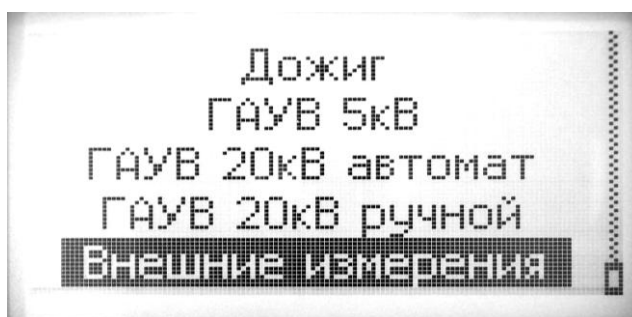
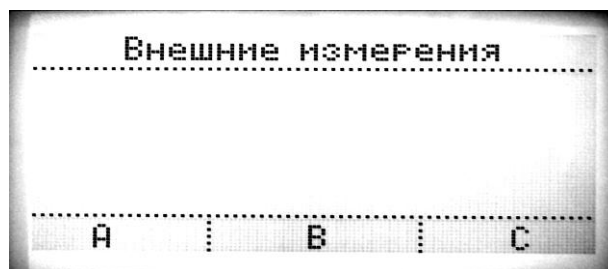

Рис. 17.
Рис. 18.
6.7.5. Нажимая кнопки «▲» или «▼» БУ выбрать строку меню «ВНЕШНИЕ ИЗМЕРЕНИЯ» (см. рис. 17). Нажать кнопку блока управления «ВЫПОЛНИТЬ», при этом включится сирена (на 1-2с.), красный сигнальный светильник. После чего на экране БУ появится заставка режима «Внешние измерения» (рис. 18).